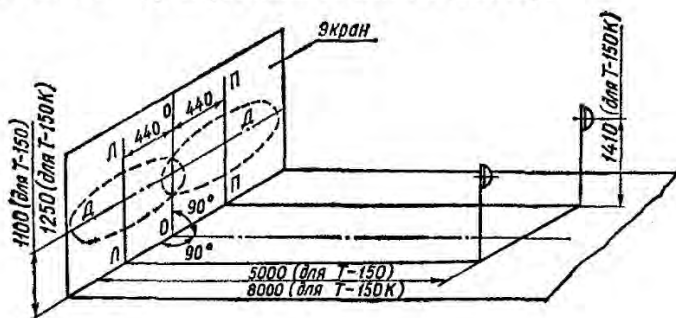

Рис. 158. Регулировка света передних фар.
1. Установить трактор на ровной площадке перпендикулярно экрану. Расстояние от стекла фары до экрана для трактора Т-150 — 5 м, Т-150К — 8 м. Экран размечается в соответствии с рис. 158.